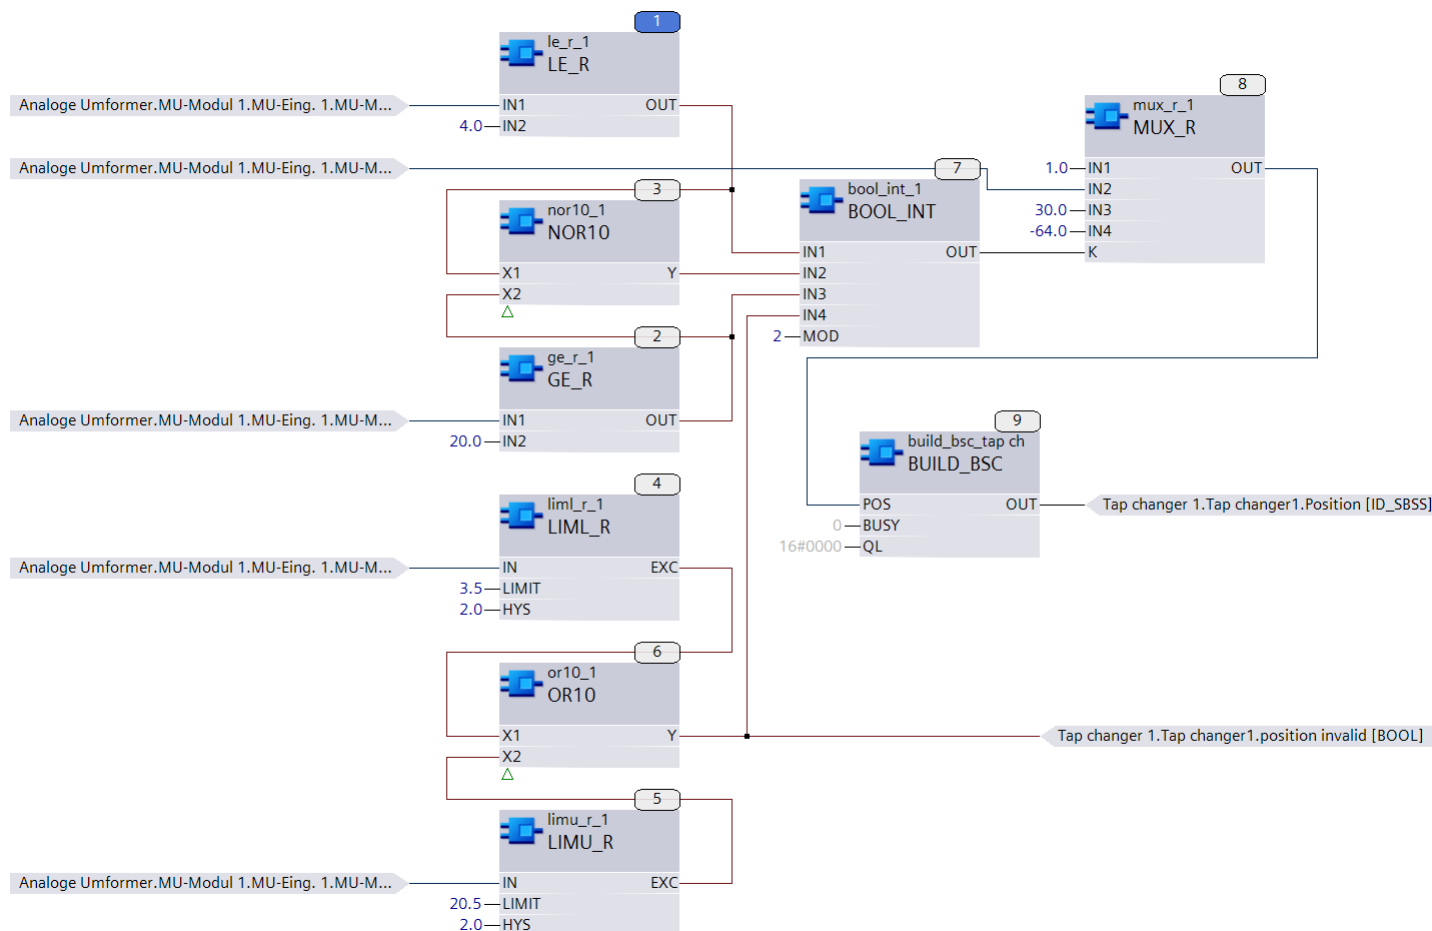

Abb.6: CFC Logik inclusive der Behandlung von Randwerten und ungültigen Eingangssignalen.
Die ungültigen Zustände werden hier mit 2 Grenzabfragen abgefangen, LE\_R (1) und GE\_R (2), sowie dem MUX\_R (8) was im Folgenden anhand von Abb.6 gezeigt wird.